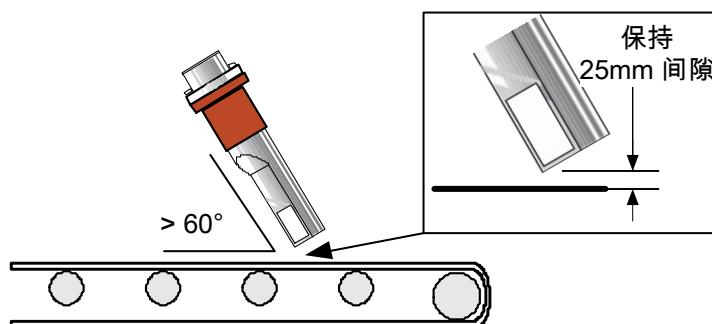

图 10: Hydro-Probe 倾斜 45° 以减少堆积
- Hydro-Probe 主体可以与传送带呈 90° 至 60° 角以减少物料堆积。保持与物料流呈 45° 角以及与传送带有 25mm 间隙非常重要，请参见图 10。